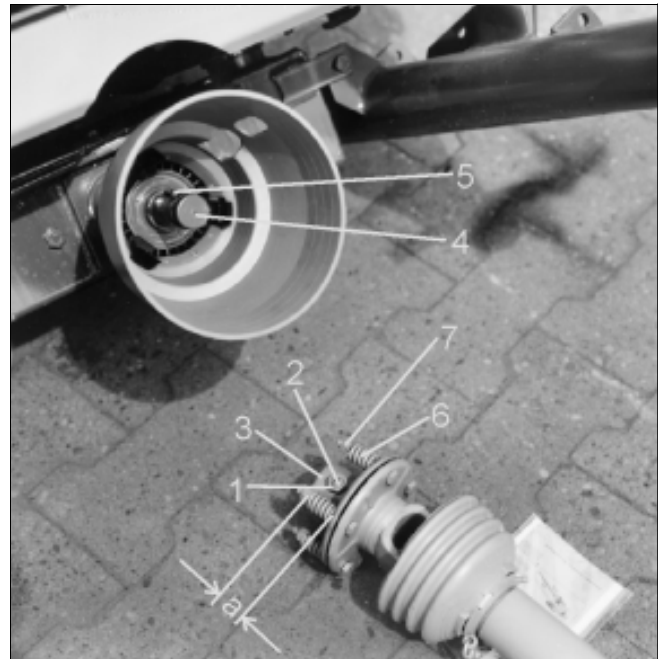

Fig. 39
Indien de breekbout tussen aansluitgaffel en flens van de ingaande aandrijf-as vaak breekt en bij trekkers met een bruto aangrijpende aftakaskoppeling, wordt de Walterscheid-koppelingsas met slipkoppeling aanbevolen (Fig. 39).
- Contramoer (Fig. 39/1) op de aansluitgaffel van slipkoppeling losdraaien (tot de draadstift niet meer buiten de kop van de contramoer uit steekt), inbusdraadstift (Fig. 39/2) eruit draaien en controleren of de aansluitgaffel licht op de aandrieffas schuift.
- Aansluitgaffel (Fig. 39/3) ingevet tot de aanslag op de ingaande as van de aandrieffkast (Fig. 39/4) schuiven.
Zorg dat de inlegspie (Fig. 39/5) volledig is afgedekt!
- De koppelingsas met slipkoppeling tegen axiale verschuiving borgen. Hiervoor de draadstift met inbussleutel vast aandraaien en met de moer (Fig. 39/1) borgen.
- De contra-moer (Fig. 39/1) in aansluitgaffel van de slipkoppeling, losdraaien. Draadstift (Fig. 39/2) eruit draaien.
- Veren (Fig. 39/6) ontspannen door het losdraaien van de moeren (Fig. 39/7).